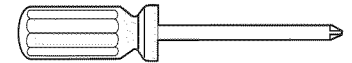

Fig. 6
- Destornillador Phillips y destornilladores de punta plana (Figs. 6 y 7).